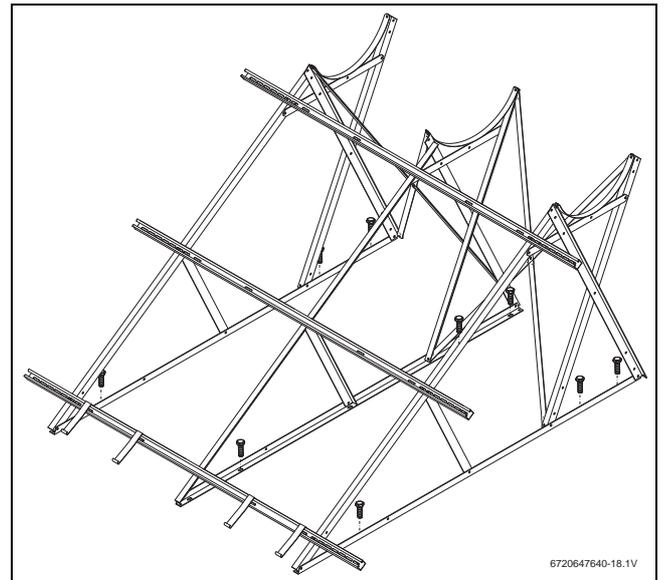

Fig. 26 Estrutura para telhado plano fixa diretamente na cobertura (aqui, no sistema de 300 I)
Os perfis de suporte inferiores devem ser fixados ao piso com três parafusos (diâmetro útil de 10 mm) por perfil (Fig. 26).
- Fixar os perfis através da ancoragem direta na cobertura do telhado (Fig. 26).